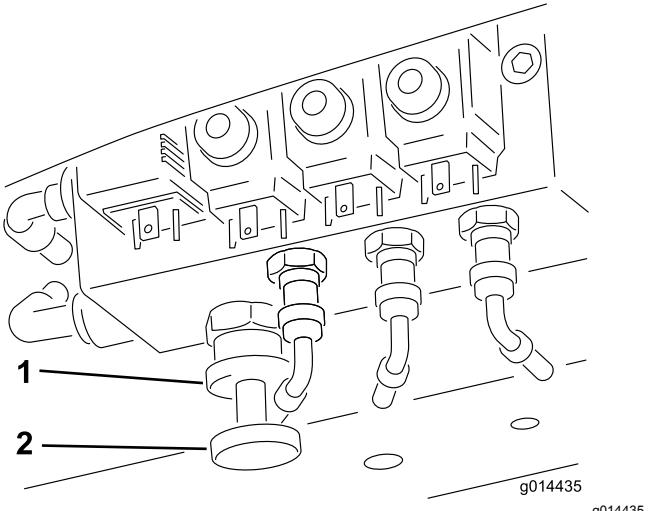

Bild 32
Aktivieren der Gewichtsverlagerung: Das Ausmaß der Gewichtsverlagerung kann je nach Einsatzbedingungen verstellt werden, indem Sie das Handrad für die Gewichtsverlagerung wie folgt drehen (**Bild 32**):
1. Lösen Sie die Sicherungsmutter des Ventils um eine halbe Umdrehung nach links und halten sie in dieser Stellung (**Bild 32**).
2. Drehen Sie das Ventilhandrad (**Bild 32**) nach links, um die Gewichtsverlagerung zu verringern, oder nach rechts, um die Gewichtsverlagerung zu erhöhen.